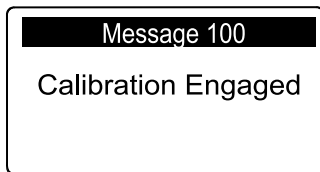

Figura 68
**Nota:** Viene visualizzato il messaggio CALIBRAZIONE ATTIVATA (Figura 68) e la testa di carotaggio si abbassa lentamente.